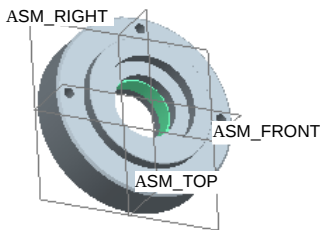

图 3.2.23 选取基准平面
- (1) 单击“截面”操控板的“参考”按钮 。
- (2) 在图 3.2.23 所示的模型中选取 ASM\_TOP 基准平面为截面参考。
- (3) 在操控板中单击按钮 , 完成操作。